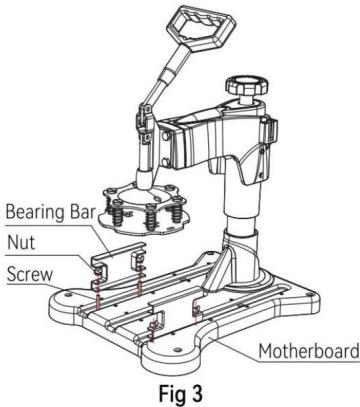

Fig 3
3. Führen Sie die 4 Schrauben von unten nach oben durch die Tragstange auf der Rückseite der Rückwand und befestigen Sie sie anschließend mit Handschrauben (siehe Abbildung 3).